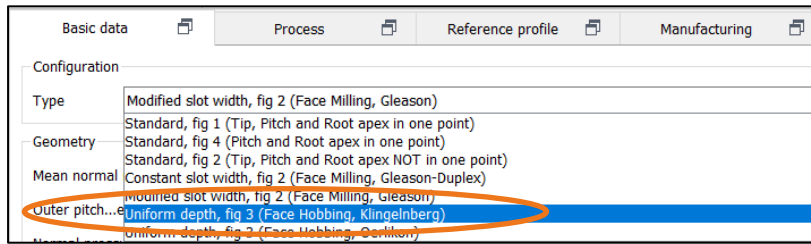

Figure 28. Selecting «Uniform depth» type for the palloid procedure
1. In «**Basic data**» → «**Type**», select the «**Uniform depth, fig 3 (Klingelberg)**» type (see Figure 28).